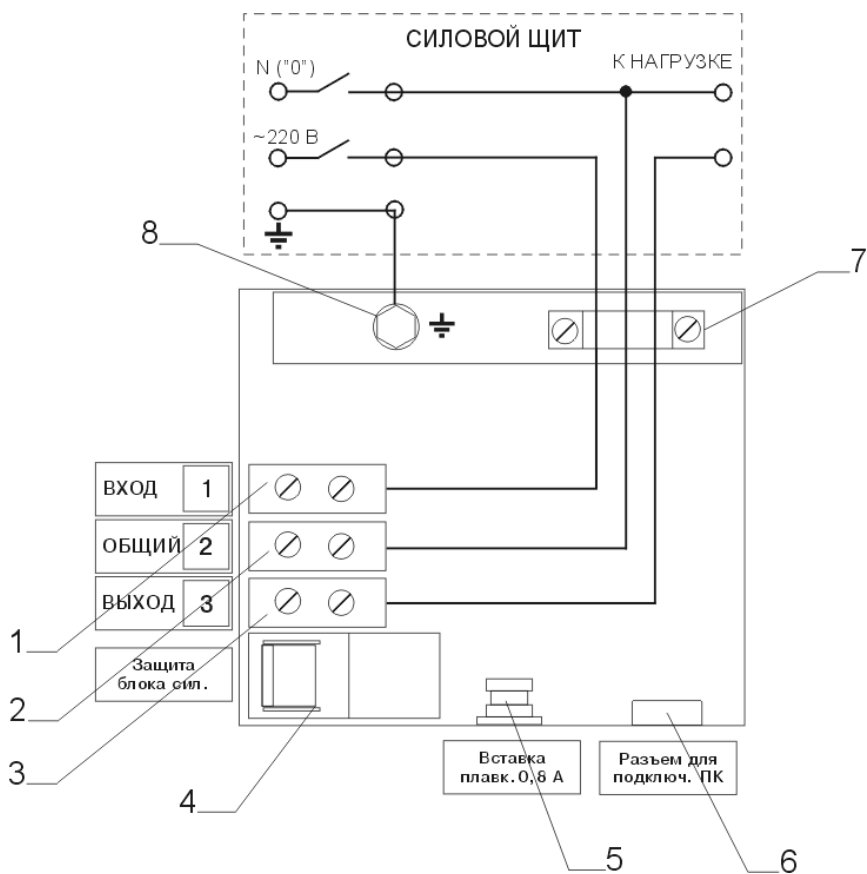

Рис.3. Схема подключения стабилизатора.
XS1 – блок клемм (см.рис.3), QF1 – автоматический выключатель «Сеть», QF2 – автоматический выключатель «Защита блока силового», TA1 – датчик тока блока силового, T1 – силовой трансформатор, SR1 – реле «Защита нагрузки», TA2 – датчик тока нагрузки, SR2 – реле защиты блока силового, XS2 – разъем для подключения ПК,
6.4 Подключение стабилизатора производить в следующем порядке, в соответствии со схемой (рис.3).